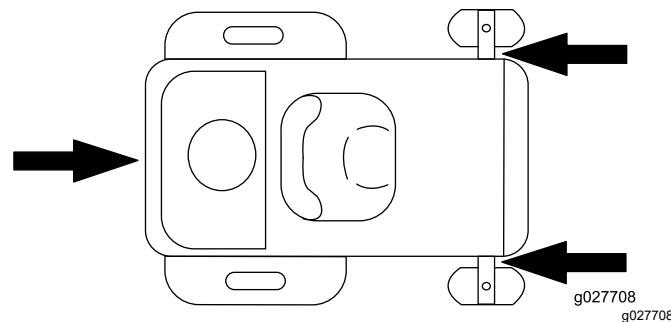

Figura 33
6. Legați maina de lângă roțile pivotante față, folosind curele, lanuri, cablu sau frânhii (Figura 33). Consultați prevederile locale referitoare la fixare.